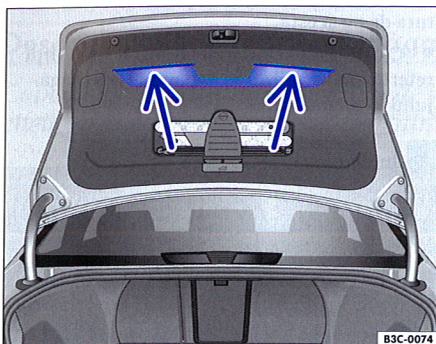

Fig. 35 Imagine din capitonajul capacului portbagajului: Locașuri pentru apucarea la închidere
– Apucați cu mâna locașul ⇒ fig. 35 (săgeata) din interiorul capacului portbagajului ⇒ ⚠ și trageți capacul portbagajului în jos.